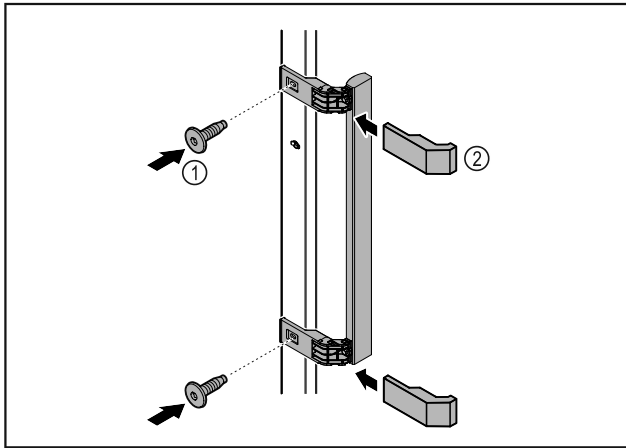

Fig. 6
- Kiinnitä oheispakkauksessa oleva kahva mukana olevilla ruuveilla Fig. 6 (1) oveen.
- Aseta suojus Fig. 6 (2) paikalleen.